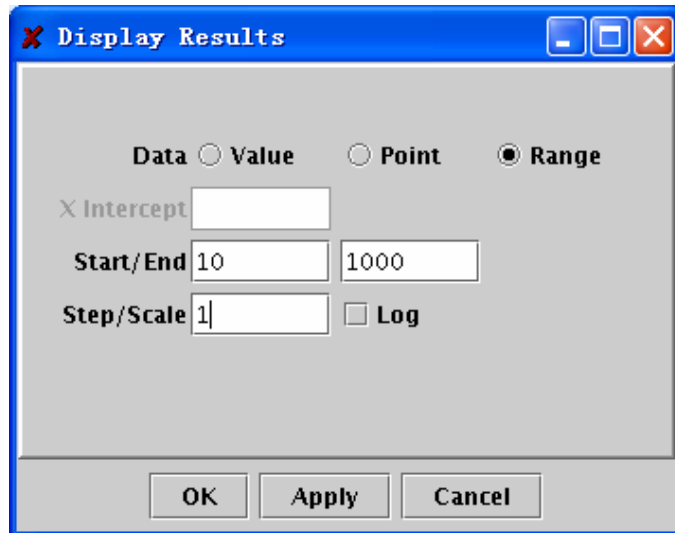

图 8.24 指定“Range”时的“Display Results”窗口
- 若在“Data”中选择“Range”，“Display Results”窗口将变成图 8.24 的形式。此时“Start/End”、“Step/Scale”和“Log”窗口被激活。在“Start/End”中填入坐标轴上的起始点和结束点，从而圈定输出范围。
- 如果“Log”栏没有选中，那么“Step/Scale”中填入的是步进数，“Calculator”将按照该栏中设置数为步进，从“Start/End”中确定的起始点开始，依次取数据，直到跨过结束点为止。按照图 8.24 中的设置，输出结果如图 8.25 所示。
- 如果“Log”栏没有选中，那么“Step/Scale”中的数据将作为“10”的指数计算一个值作为倍乘系数。“Calculator”将从“Start/End”中确定的起始点开始，以倍乘的方式取点，直到跨过结束点为止。当图 8.24 中“Log”栏选中后，输出结果如图 8.26 所示。